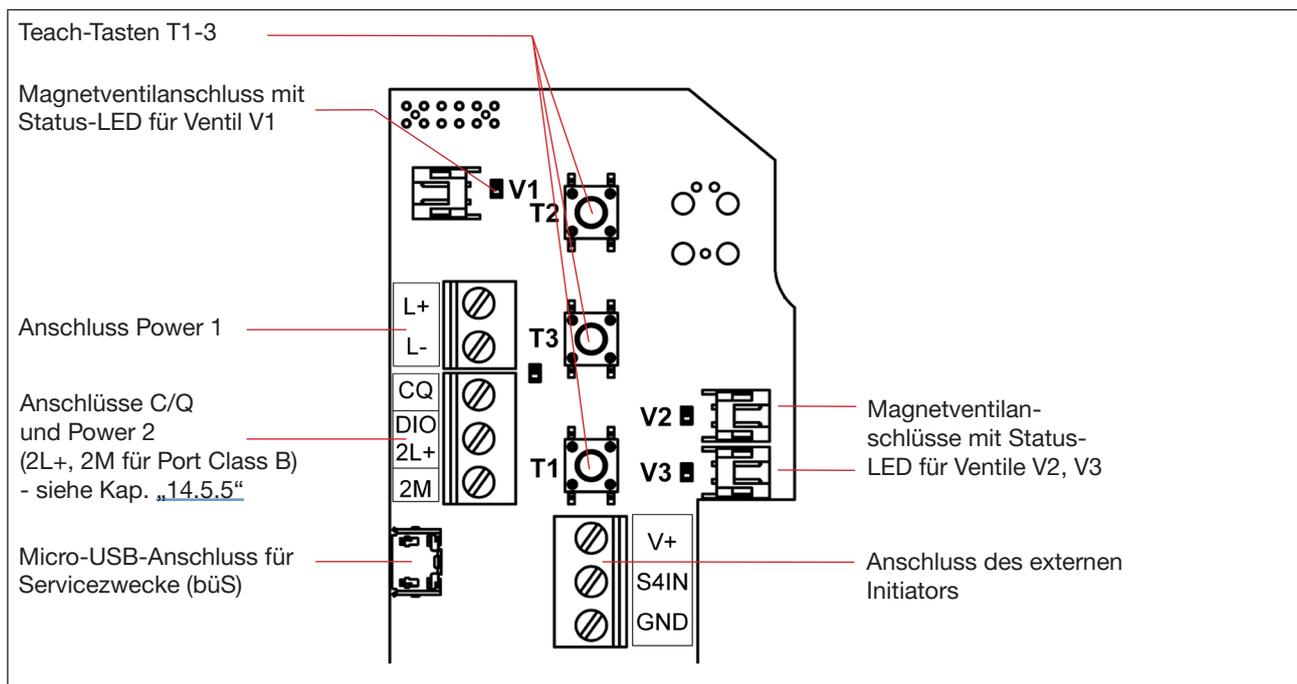

Bild 36: Elektronikmodul IO-Link (im Beispiel: Port Class B)
- Gehäuse öffnen (siehe Kapitel „8 Öffnen und Schließen des Gehäuses“ auf Seite 37), so dass das Elektronikmodul sichtbar wird – siehe unten („Bild 36“).
Firmware-Updates können nur über die bÜS-Serviceschnittstelle (Micro-USB) auf dem Elektronikmodul erfolgen (siehe „Bild 36“ bzw. Kap. „14.5.4“). Dazu sind ein **bÜS-Stick** sowie der **Bürkert Communicator** erforderlich. Der Bürkert Communicator (Typ 8920) ist ebenfalls von der Bürkert-Webseite herunterladbar.